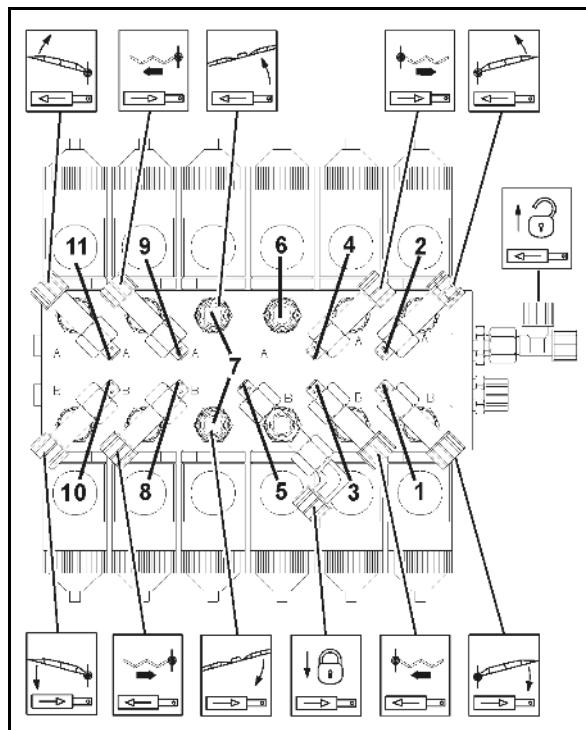

Рис. 195
1. Отвинтите кожух (Рис. 195/1) с крыши кабины.